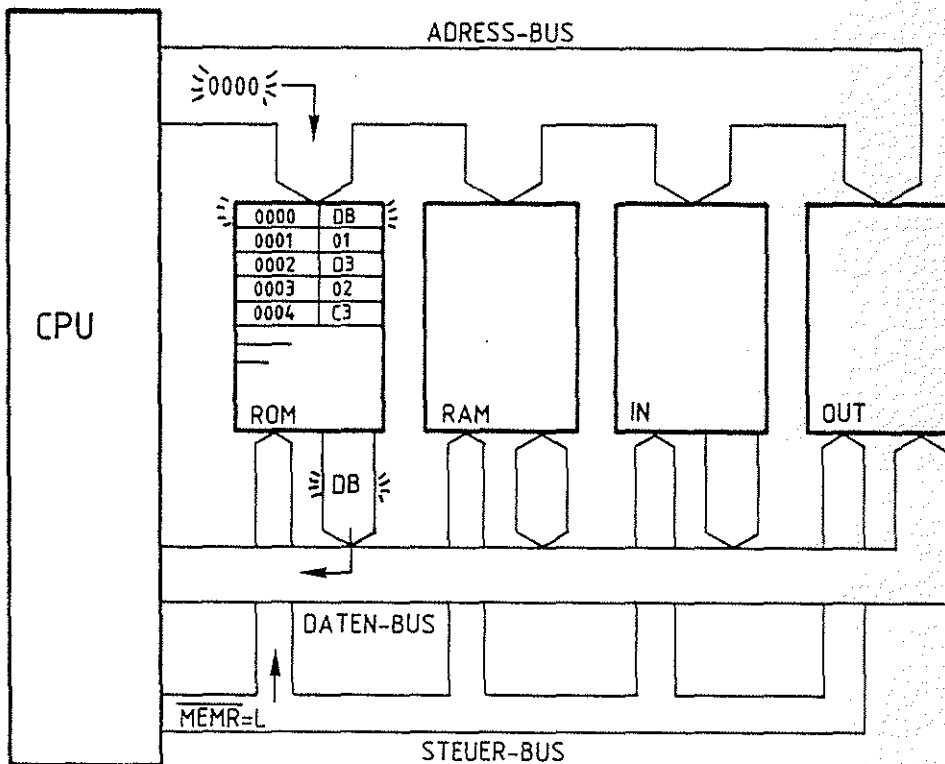

Bild 3: Lesen des Befehlsbytes DB aus dem Speicher
- Nach einem RESET lädt der Prozessor den Inhalt der Speicherzeile 0000H - also den Binärwert von DB - in das Befehlsregister und entschlüsselt den Befehl (Bild 3).